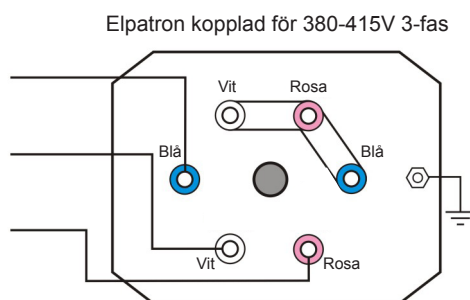
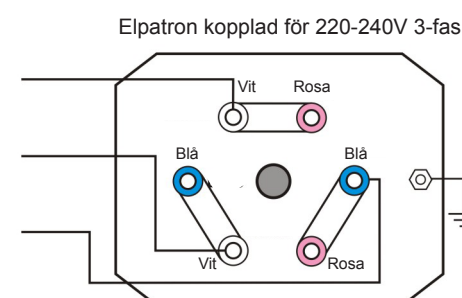

Bild 4
Bild 5
- Elvärmaren är vid leverans kopplad för 400V 3-fas, se bild 4 + elschema sid 7, men kan kopplas om till 230V 3-fas, se bild 5 + elschema sid 8 (gäller alla varianter utom 72kW).
- Inkommande kablage till kontakter skall säkras av enligt tabell för aktuell driftspänning, se bild 4 eller 5.
Elvärmaren är vid leverans märkt med typskylt och kopplad för 400V 3-fas (se bild 4) men kan kopplas om till 230V 3-fas. Inkommande kablage till kontaktorer skall då säkras av enligt tabell ovan, se bild 5 + elschema.